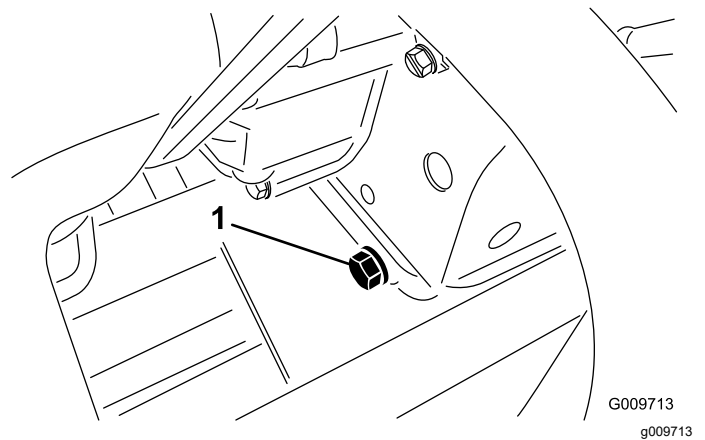

Figure 91
2. Retirez le bouchon de vidange (Figure 91) et laissez couler l'huile dans un bac de vidange.